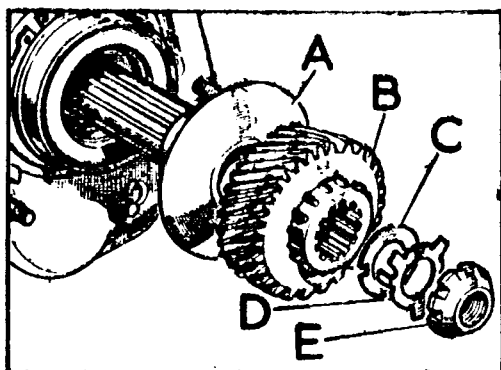

Fig. C-94 Piñón de toma constante para la caja reductora
- 1.4. Retirar la arandela de fijación, D (Fig. C-94), la arandela suplemento, C, el piñón de la toma constante, B y el deflector de aceite, A.
- 2.4. Situar el deflector de aceite, A (Fig. C-94) en su sitio, alojando el manguito en el retén de aceite.
- 2.5. Instalar el piñón de la toma constante, B (Fig. C-94), la arandela suplemento, C, una nueva arandela de fijación, D y la tuerca especial, E.